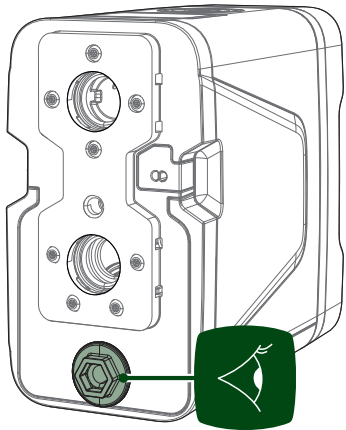

图15 排水盖
- 3. 小心地拧下并取下排水塞，完全清空泵（见图 15）。如果在操作过程中也取下或充分松开充水盖（VNR），见图11，将会利于泵的排空以及所有出水管道的排干；